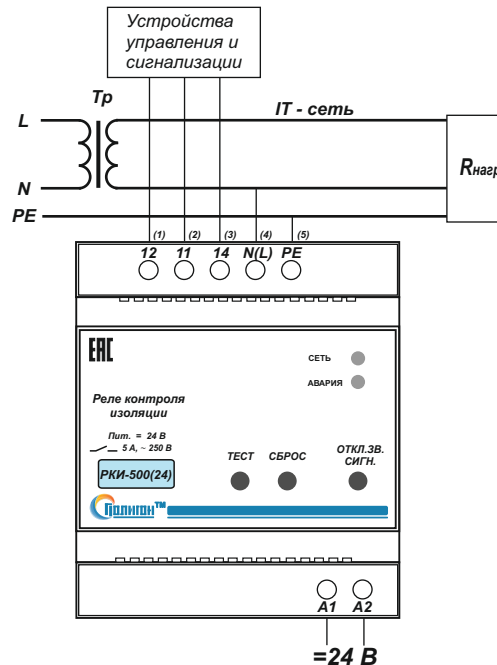

Рис.1. Типовая схема подключения блока РКИ-500 (24) к однофазной сети.
4.3. Произвести подключение реле контроля изоляции РКИ-500 согласно маркировке (рис.1,2,3.): N(L) - нейтраль (фаза